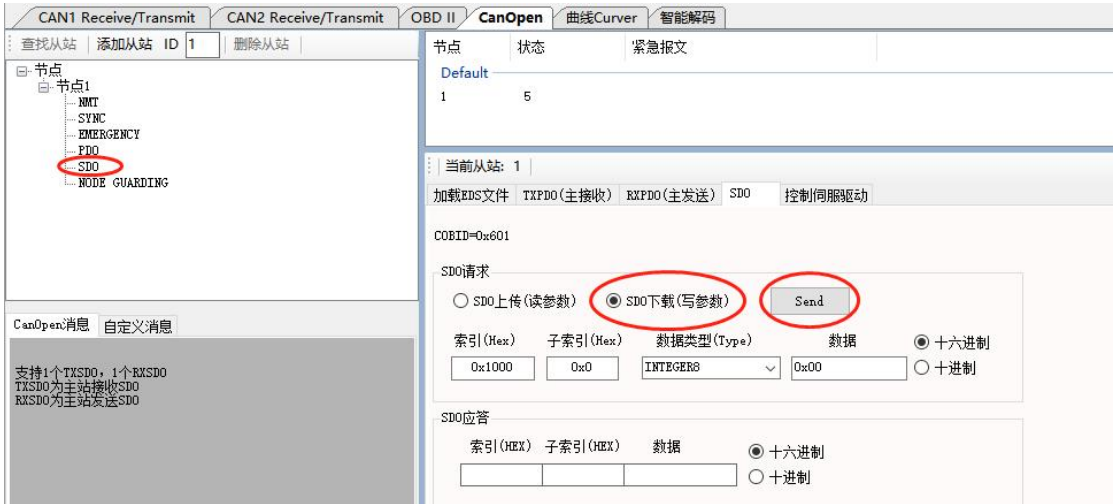

图 5.7 SDO 命令发送界面 A
将默认的触发模式切换为循环模式的具体修改步骤如下：①若 GCAN-4055 不处于预操作状态，将 GCAN-4055 重新上电，进入 ECANTools 软件的 CANopen 插件，点击 NMT，选择 Enter Pre-operational State，之后点击 NMT 按钮，使设备进入预操作状态，②在 CANopen 界面中，点击左侧的“SDO”，③点击“SDO 下载（写参数）”，④在索引、子索引等位置依次输入 0x1800、0x02、Unsigned8、0xFE、十六进制，如图 5.7 所示，之后点击 Send 按钮。若下方 SDO 应答区收到如图 5.7 的数据则说明通信正常。